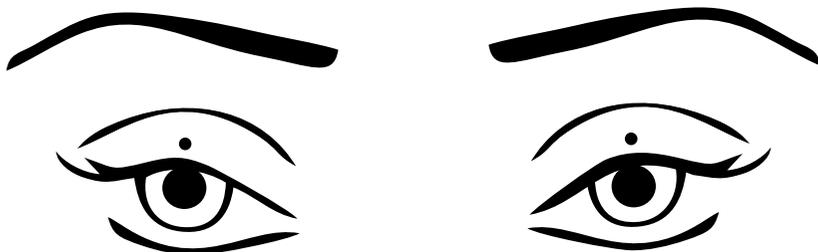

Рисунок 14
- **Мягко** установите шток прибора на веко в 2-3 миллиметрах от края века над верхней границей радужной оболочки (**складка века за ресничным валиком**). Рекомендуемые точки установки отмечены точками на рис. 14.